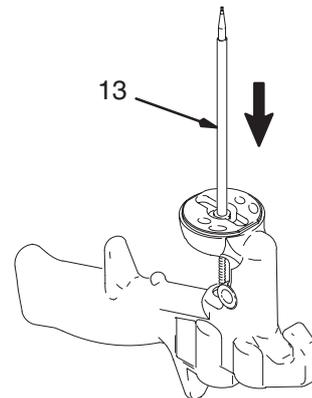

Fig. 29
21. Saque la copela en U (16) del cuerpo de la pistola. Se puede utilizar el extremo roscado de la aguja (13) para empujar la copela en U. Tenga cuidado de no dañar la aguja o la superficie de sellado. Vea Fig. 29.